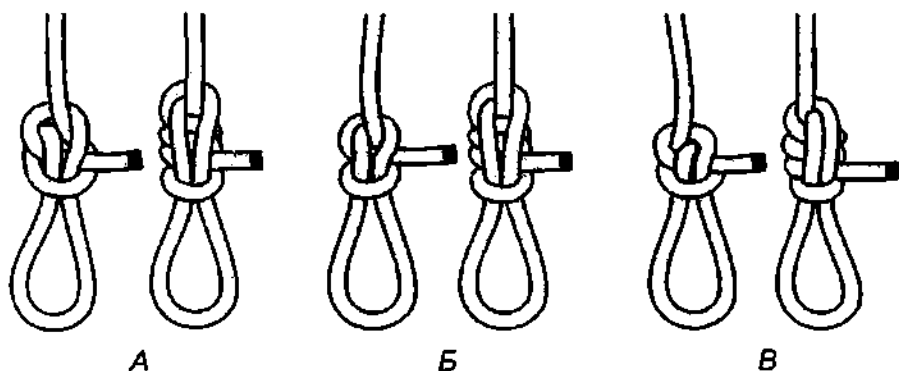

Рис. 189. А – **строительная петля**; Б – **совершенная петля**; В – **строповая петля**.
**Строительная петля** такой же замечательный узел, как **строповая** и **совершенная петли** (рис. 189). Если **строительную петлю** и **совершенную петлю** завязать со шлагами, то визуально они ничем не отличаются и похожи друг на друга как две капли воды (рис. 188 В, Г). Из всех трёх петель можно быстро связать надёжные двойные петли (рис. 475).